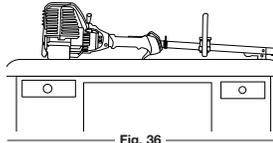

Fig. 36
2. Placez la machine sur une surface plane avec le bouclier de la tête de coupe pendant d'un banc de travail ou d'une table pour obtenir une lecture correcte du niveau d'huile (Fig. 36).